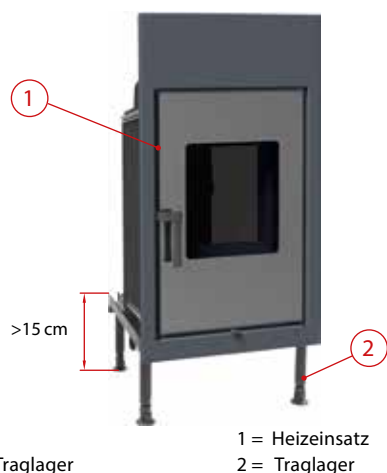

Abb. 8.1
- Heizeinsatz und Nachheizkasten sind auf stabilen Traglagern aus Winkelstahl mit freier Bodenfläche so aufzustellen, dass die Umluft ungehindert in die Heizkammer strömen kann. Ggf. Traggestell an Unterraumen anschweißen und im Mauerwerk einmörteln, bei Bedarf mit Füßen (anschweißen, anschrauben!) gegen Durchbiegen abstützen (Abb. 8.1).